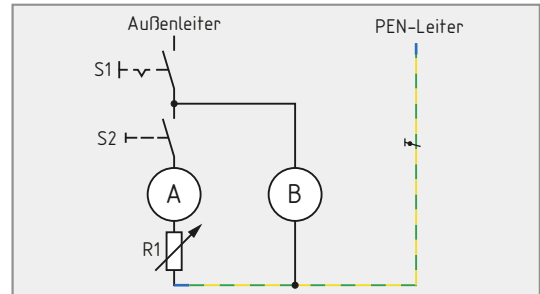

Bild 2: Messschaltung zur Bestimmung der Schleifenimpedanz
26. Die gemessene Schleifenimpedanz wird berechnet über $Z_{Sm} = (U_0 - U) / I$. Wie können die Größen Leerlaufspannung U_0 , Lastspannung U und Laststrom I gemäß Schaltung Bild 2 bestimmt werden?